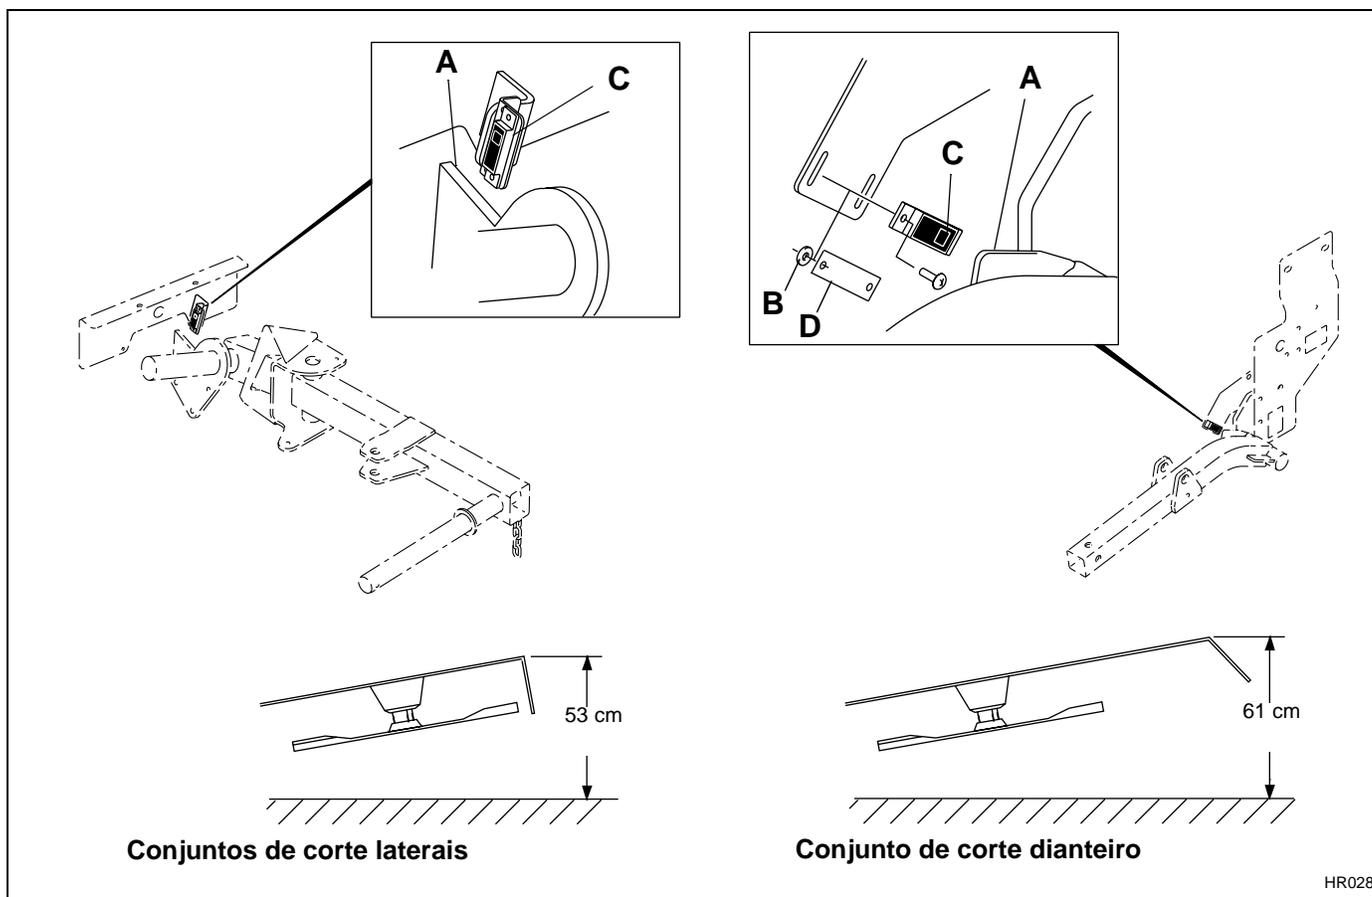

Fig. 4K
2. Ligue o tractor e suba ou desça os conjuntos de corte até que o ponto mais alto no canto superior do conjunto atinja a altura indicada na Fig. 4K.